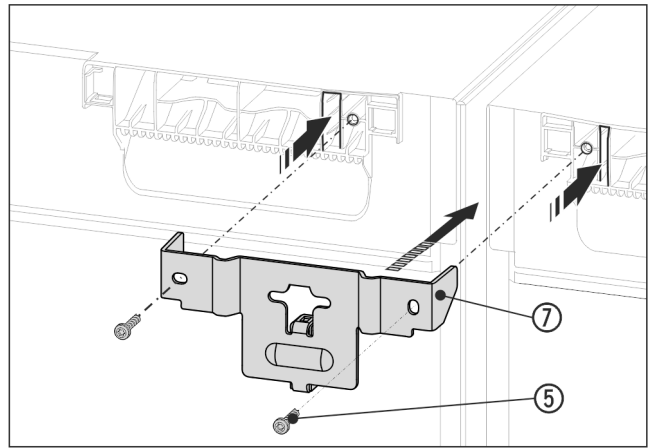

Fig. 16 Representación a modo de ejemplo
- ▶ Deslice la escuadra Fig. 16 (7) junto con la pieza distanciadora entre los aparatos introduciendo las solapas en el techo del aparato. Apriétela con los 2 tornillos Fig. 16 (5).